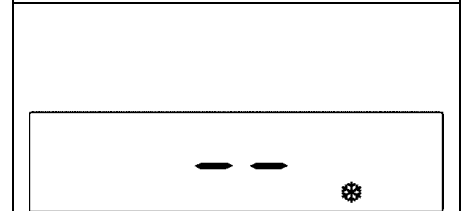

Рис. 39
- Защита от замерзания (рис. 39): если температура воды в котле опустится ниже безопасного уровня, включится циркуляционный насос и горелка на минимальной мощности, чтобы довести температуру воды до безопасного уровня (35°C). На дисплее загорится символ .